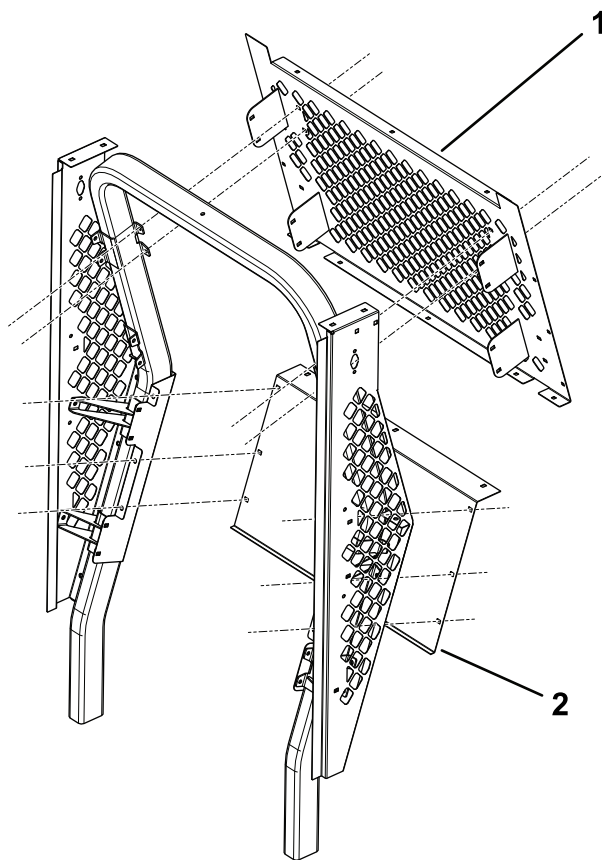

Figura 2
3. Utilize parafusos de cabeça de tremço (5/16 pol. x 3/4 pol.) e porcas flangeadas (5/16 pol.) para instalar o painel traseiro inferior (Figura 2).
4. Utilize parafusos de cabeça de tremço (5/16 pol. x 3/4 pol.) e porcas flangeadas (5/16 pol.) para instalar o painel traseiro superior (Figura 2).